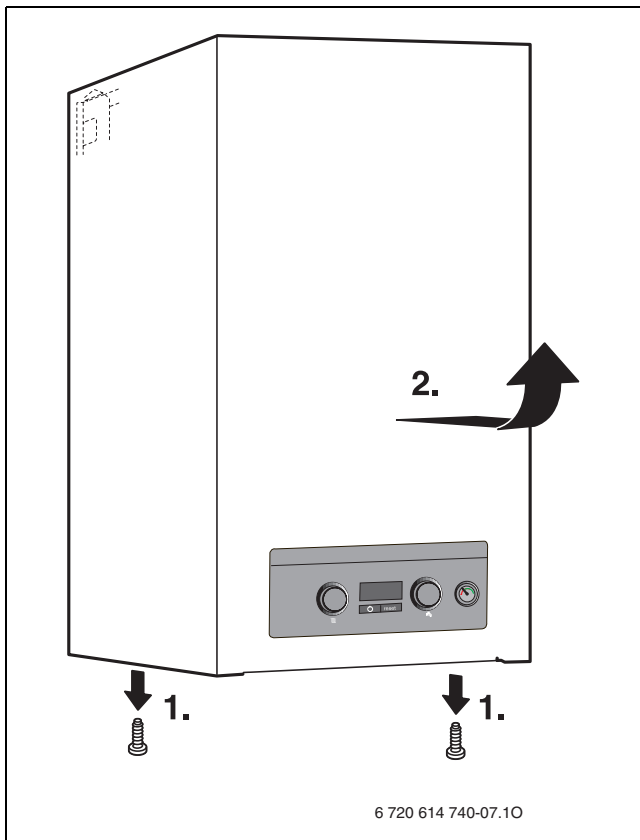

Fig. 8
- ▶ Montați mantaua și fixați-o cu două șuruburi de siguranță (→ fig. 8).
- ▶ Scoateți mantaua (→ fig. 8, pagina 18)